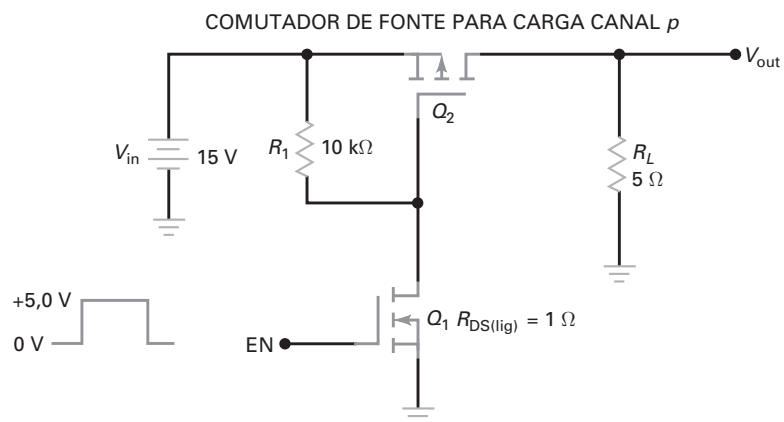

Figura 12-58
- 12-32** Na Figura 12-58, qual é a corrente de Q_1 quando o sinal de controle for zero volt? E quando o sinal de controle for +5,0 V?
- 12-33** Quando o sinal de controle da Figura 12-58 for +5,0 V, qual a tensão de saída na carga se Q_2 tiver um valor de $R_{DS(lig)}$ de 100 m Ω ?